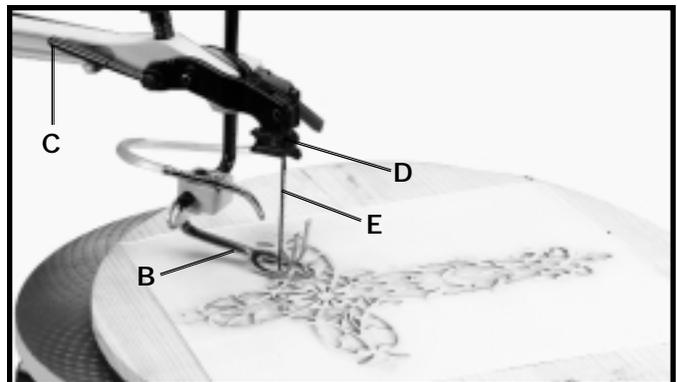

Fig. 38
Remettez la lame (E) fig. 38, dans le porte-lame supérieur et serrez la lame en glissant le levier (D) vers l'avant. Repoussez le levier de tension (C) vers l'arrière, comme l'illustre la figure et abaissez le dispositif de retenue (B). Vous êtes maintenant prêt pour la prochaine coupe intérieure.